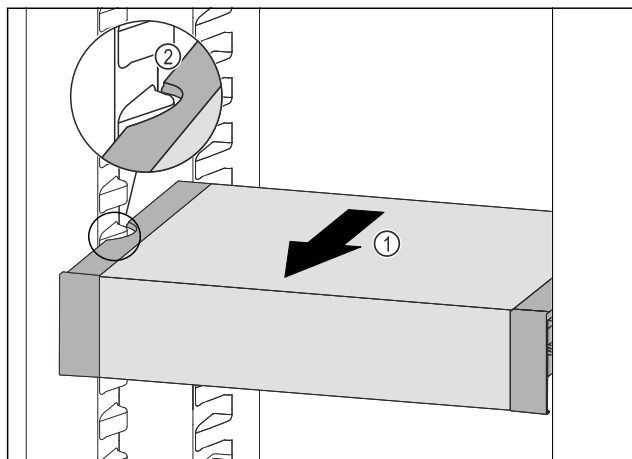

Fig. 56
- ▶ Táhněte VarioSafe dopředu Fig. 56 (1), dokud nebudou boční vybrání VarioSafe na úrovni žebrování na nádoby v chladničce. Fig. 56 (2)